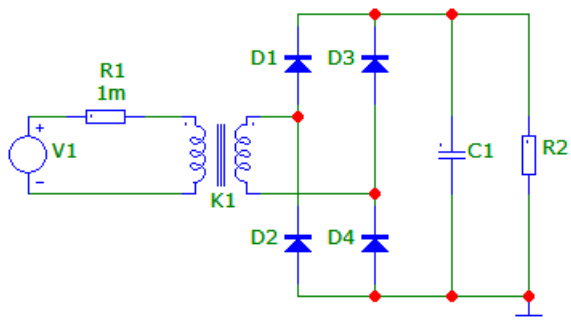

Рис. 7.3. Схема двухполупериодного выпрямителя с двухобмоточным трансформатором
2.7. Постройте на экране дисплея схему двухполупериодного выпрямителя с двухобмоточным трансформатором, приведенную на рис. 7.3.